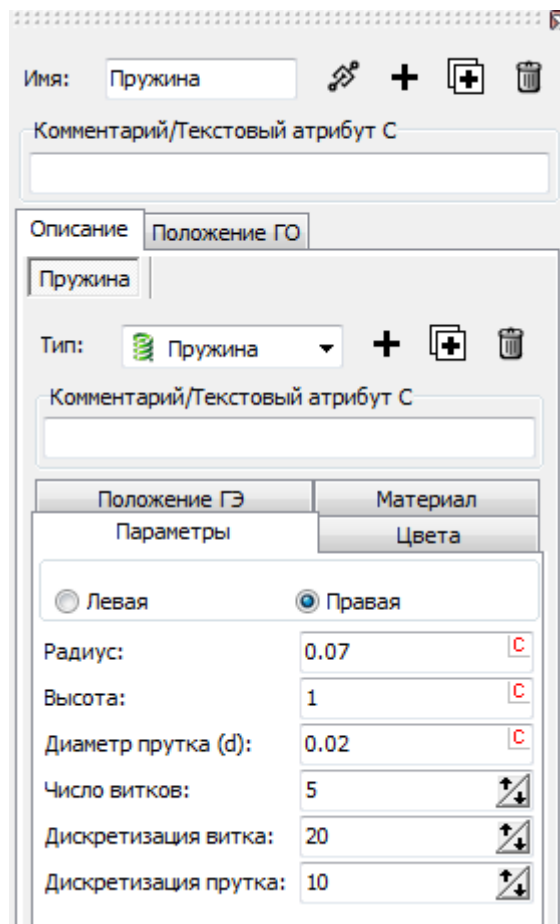

Рис. 2.4. Создание графического образа **Пружина**
4. Назначьте параметры **Пружины**, как показано на рис. 2.4.